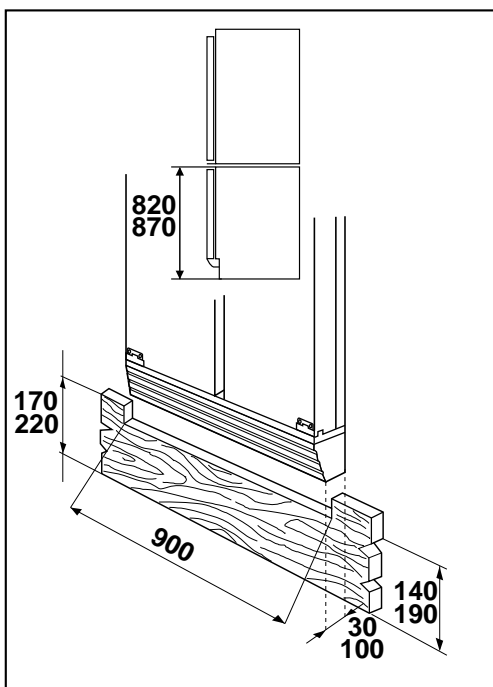

Abb. 17
- Bei einer Sockelhöhe von 140 bis 170 mm eine Aussparung wie angezeigt vornehmen (Abb. 17).
- Bei einer Sockelhöhe von 190 bis 220 mm eine Ausnehmung wie angezeigt vornehmen (Abb. 17).